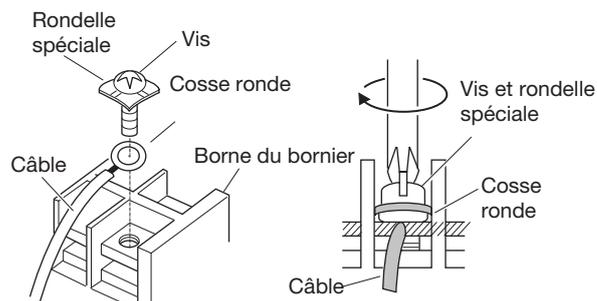

Fig. 3-6
- 4) Mettez en place la cosse ronde et remettez et serrez correctement la vis de borne à l'aide d'un tournevis. (Figure 3-6)